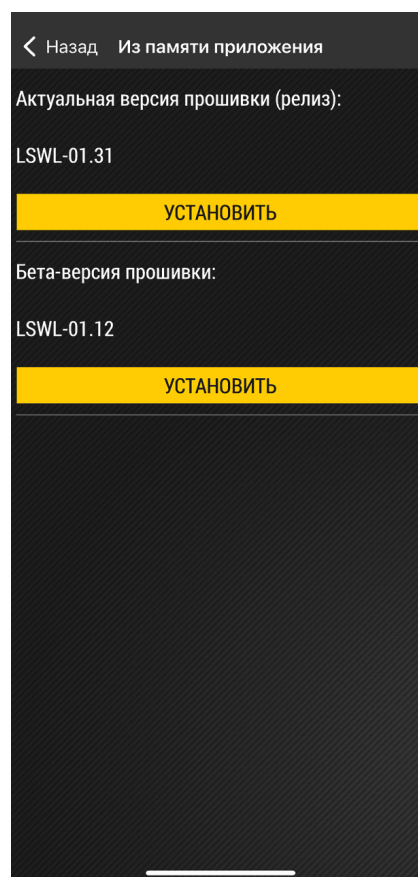

Рис.35. Установка прошивки
3. Выберите файл прошивки и нажмите кнопку **«Установить»** (**Рис.35**). По окончании обновления на экране появится сообщение об успешной установке.